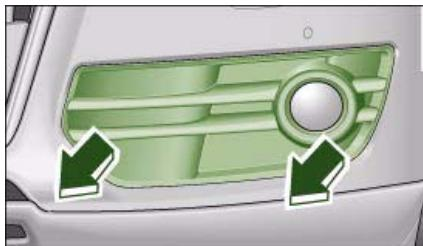

Fig. 256 Embellecedor del faro antiniebla
- Retire el embellecedor \Rightarrow fig. 256 (tire con cuidado en la dirección correspondiente de la flecha).